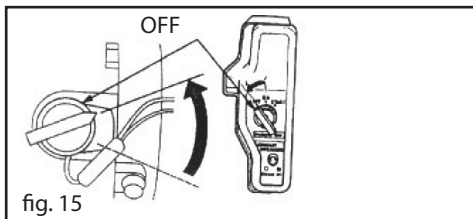

fig. 15
1. Slå av motorbryter "OFF" (Fig. 15).